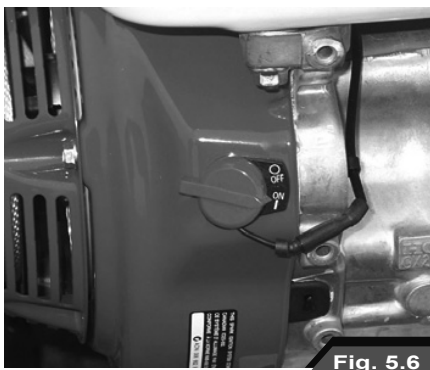

Fig. 5.6
- Ustawić przełącznik silnika ON/ OFF w położenie włączone, czyli **ON** (Rys. 5.6).
- Chwycić za uchwyt rozrusznika silnika (15), pociągnąć za niego delikatnie, aby ułatwić zaczepienie mechanizmu zapadkowego. Następnie energicznie pociągnąć, a w razie potrzeby oprzeć stopę o koło, aby zadziałać z większą siłą. Powtarzać tę operację, wykonując zawsze krótkie, zdecydowane ruchy, aż do uruchomienia silnika.
- W celu wyłączenia silnika wystarczy ustawić przełącznik ON/OFF w położenie wyłączone, czyli OFF (Rys. 5.6). Silnik zatrzyma się w ciągu kilku sekund.